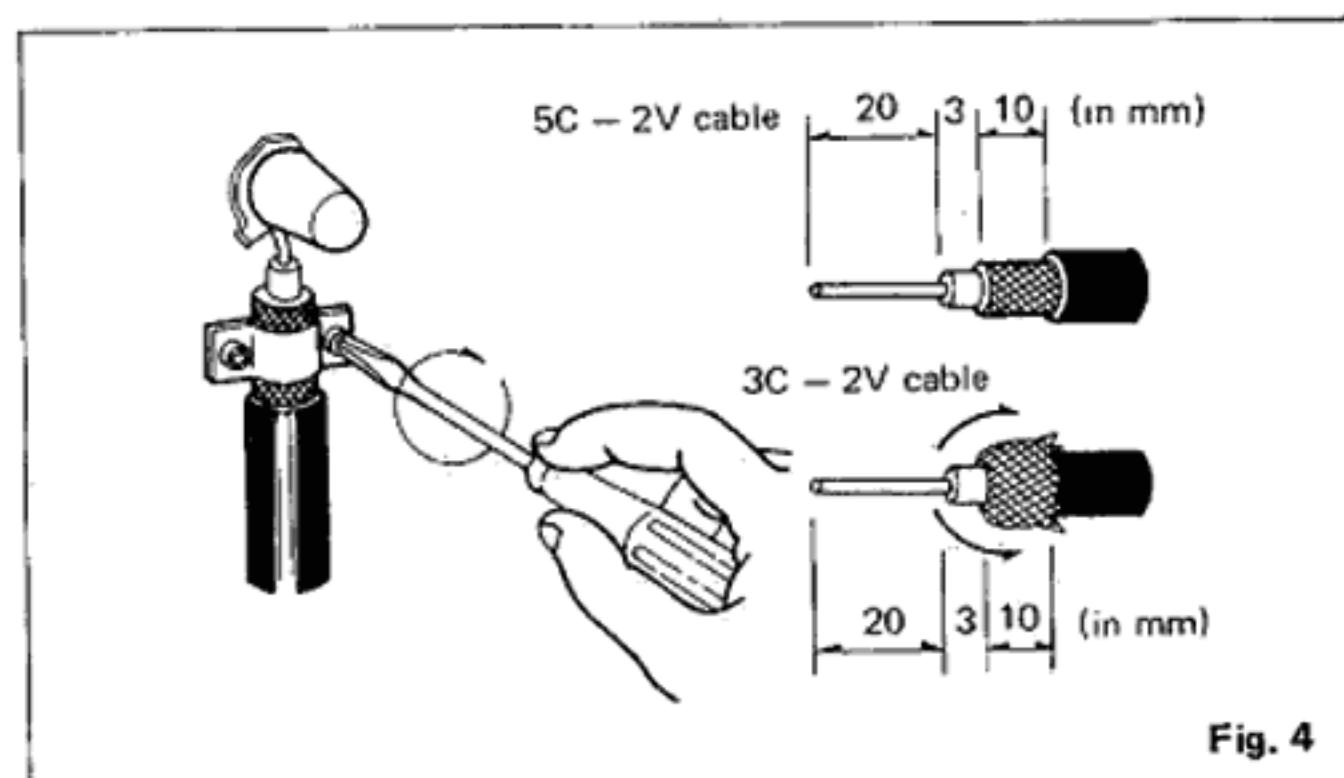

Fig. 4
• 75-ohm antenna with coaxial lead (Fig. 4)
• Antenne de 75 ohms avec câble coaxial (Fig. 4)